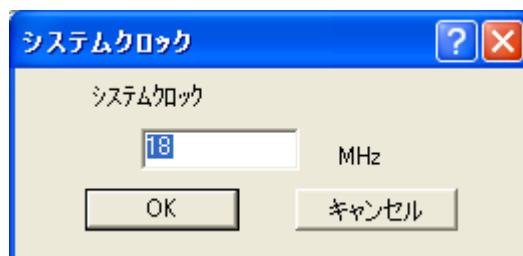

図 3.41 [システムクロック] ダイアログボックス
(10) ユーザシステムの電源を入れます。
(11) H8Sファミリを使用している場合は、図3.41のダイアログボックスが表示されます。ご使用のシステムクロック値を入力してください。システムクロックとは、入力クロックのことを表します。